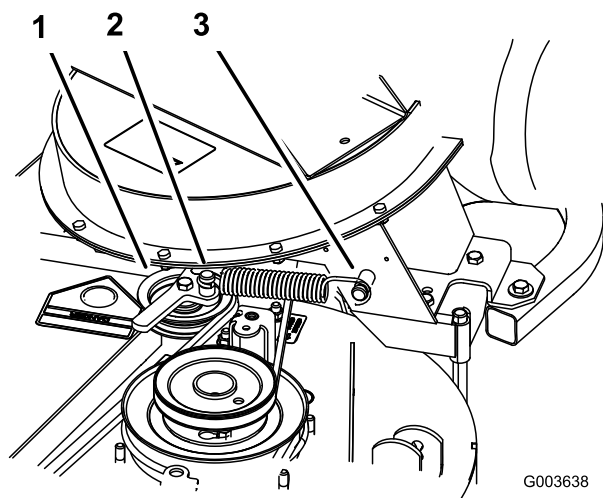

Figure 17
4. Installez le ressort comme montré à la Figure 17.